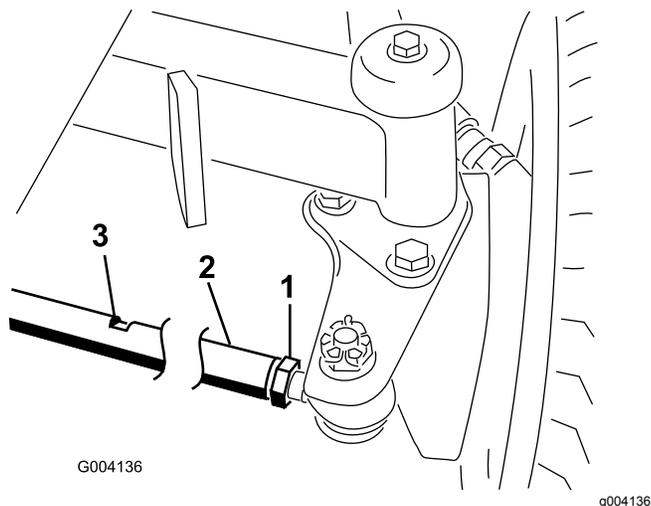

Bild 58
2. Lösen Sie die Klemmmutter an jedem Ende der Zugstange (Bild 58).